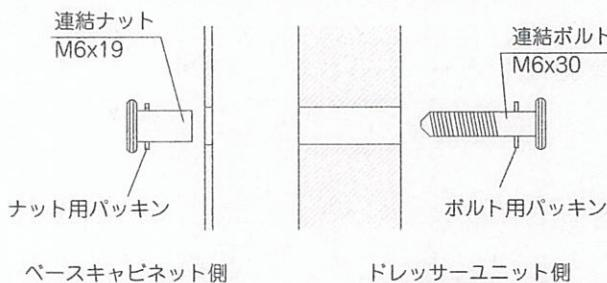

図8-4-1
(3) ドレッサーユニットの設置
- ①ドレッサーユニットとベースキャビネットを連結ボルトとナットで連結してください。(図8-4-1)